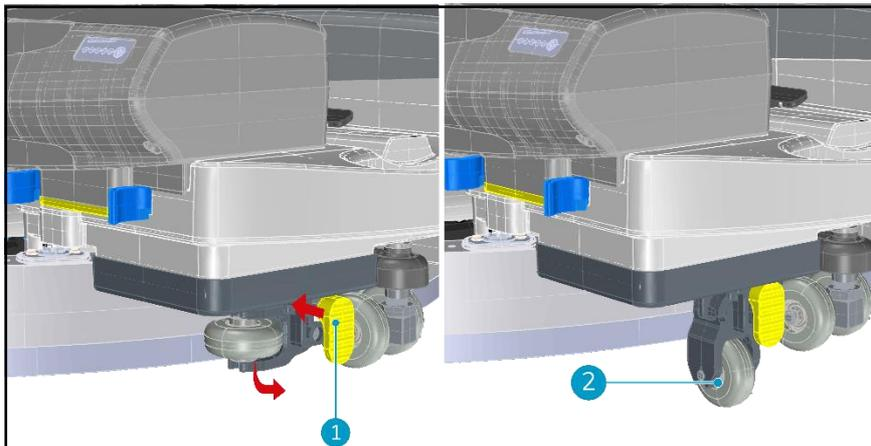

Abbildung 25
2. Drücken Sie den Hebel (Abbildung 25, Pos. 1) entsprechend dem Pfeil.
3. Ziehen Sie den Hebersatz nach unten. Das Rad geht nach unten (Abbildung 25, Pos. 2).
1. Zum Deaktivieren drücken Sie den Hebel. (Abb. 25,1) Das Gewicht der Maschine drückt den Hebersatz nach innen.